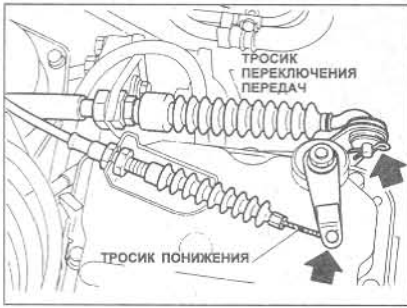

Рис. 7.8 Детали отборщика передач и тросика понижения на трансмиссии (Главы 5, 6, 7 и 8)
тросика (Рис. 7.8). Если диапазона регулировки на верхнем конце не хватает, используйте две контргайки снизу, чтобы отрегулировать тросик.
- 2 Аналогично, отсоедините нижний конец тросика от подвески регулятора и рычага дросселя на покрытии регулирующего клапана трансмиссии (рис. 7.8). Достаньте тросик.
(см. рис. 7.8) и надежно зажмите обе контргайки. Затем отрегулируйте тросик, проверьте движение, как описано в Главе 5 (пункт 4) этого Раздела.